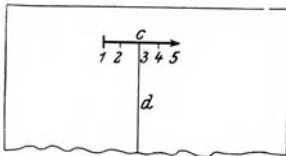
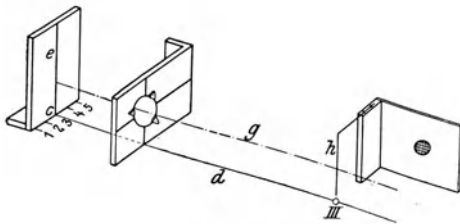

Fig. 137.
Fig. 138.
**Anleitung.** a) Hefte auf den Tisch einen Streifen Papier, der 70 cm lang und 30 cm breit ist, derart, daß die Längsseiten gegen das Fenster gerichtet sind. Zeichne parallel der Schmalseite, die am weitesten vom Fenster abliegt, in  $\sim 10$  cm Abstand einen Pfeil  $c$  (Fig. 137), der 8 cm lang ist, teile ihn in vier gleiche Strecken, bezeichne ihre Endpunkte der Reihe nach mit 1, 2, 3, 4 und 5 und errichte auf dem Pfeil im Punkt 3 ein Lot  $d$  von  $\sim 30$  cm Länge. Befestige auf dem Schirmbrett ein weißes Blatt Papier, zieh darauf einen lotrechten Strich  $e$  (Fig. 138) und